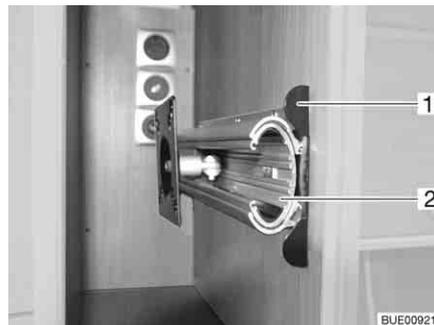

Fig. 99 Support dans le meuble de télévision
- Enfoncer la barre de déverrouillage (Fig. 99,1).
- Faire entièrement sortir la rallonge (Fig. 99,2).
- Faire coulisser la rallonge (Fig. 99,2) jusqu'à ce que la barre de déverrouillage (Fig. 99,1) s'enclenche.